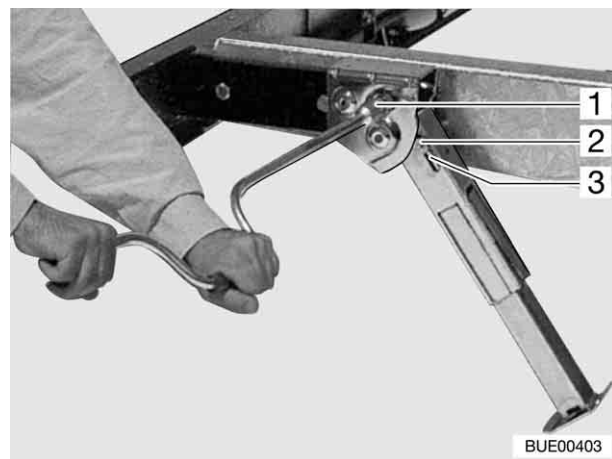

Fig. 15 Vérin stabilisateur
- Placer la clé à pipe sur l'écrou à six pans (Fig. 15,1) et tourner. Le vérin stabilisateur bascule vers le bas et sort automatiquement.
- Placer la clé à pipe sur l'écrou à six pans (Fig. 15,1) et tourner jusqu'à ce que le vérin stabilisateur se dégage du sol.
- Tourner la clé à pipe sur l'écrou à six pans jusqu'à ce que le vérin stabilisateur ait pivoté vers le haut et le disque de guidage (Fig. 15,3) soit complètement rentré dans l'encoche (Fig. 15,2).
- ▷ Veiller à ce que tous les vérins stabilisateurs soient remontés complètement et que pour tous les vérins stabilisateurs, le disque de guidage (Fig. 15,3) soit complètement rentré dans l'encoche (Fig. 15,2).